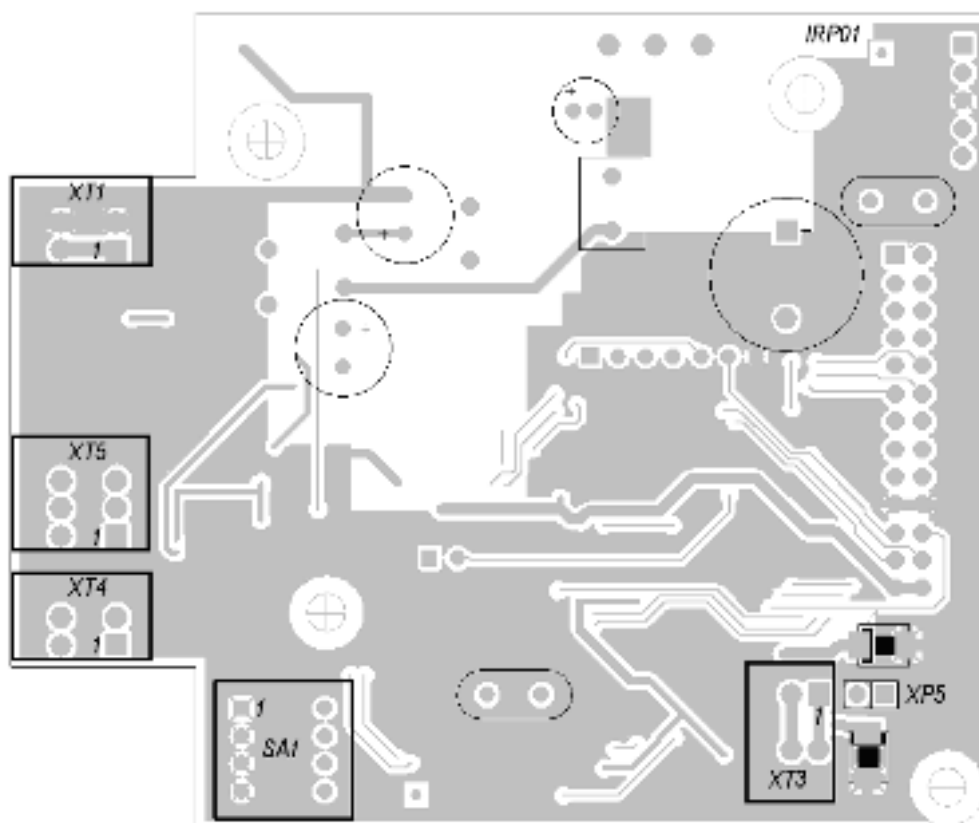
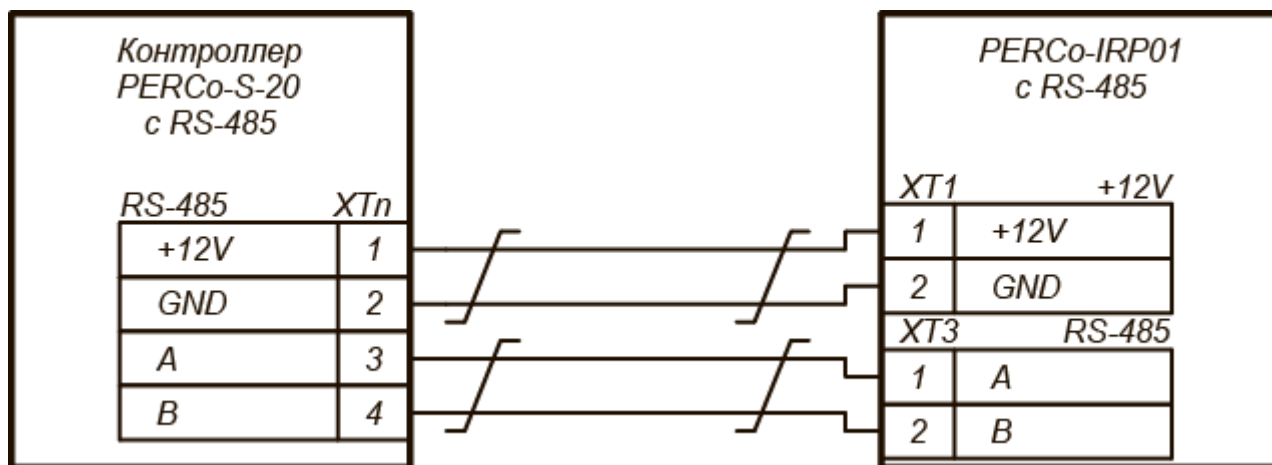
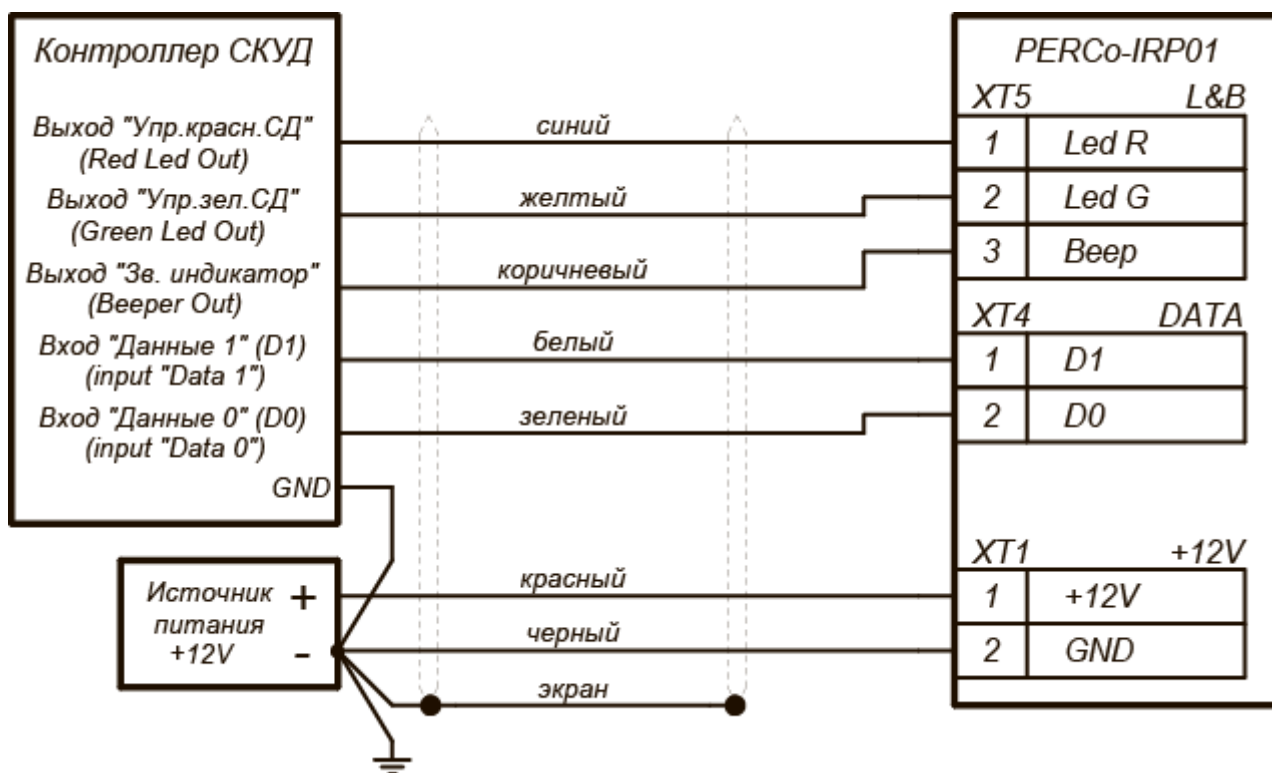

Рисунок 2 Внешний вид платы считывателя
Рисунок 6 Схема подключения считывателя к интерфейсу RS-485 контроллера PERCo-S-20
Рисунок 7 Схема подключения считывателя к интерфейсу Wiegand контроллера SKUD
Выбор интерфейса считывателя осуществляется с помощью переключателя №1 DIP-переключателя *SA1*, расположенного на плате считывателя (см. рис. 2):
Для работы считывателя в режиме *RS-485* переключателя №1 DIP-переключателя *SA1*, расположенного на плате считывателя (см. рис. 2) должен быть установлен в положение *ON*. При подключении к интерфейсу *RS-485* считыватель может использоваться как внешний считыватель для контроллеров **PERCo-S-20**.
Выбор номера считывателя осуществляется с помощью переключателя №2 DIP-переключателя *SA1*, расположенного на плате считывателя (см. рис. 2), при этом переключатель №1 должен быть установлен в положение *ON*. Номер считывателя определяется согласно таблице 1.
Для работы считывателя в режиме *Wiegand* переключатель №1 DIP-переключателя SA1, расположенного на плате считывателя (см. рис. 2), должен быть установлен в положение *OFF*. При подключении к интерфейсу *Wiegand* считыватель может использоваться, как внешний считыватель для контроллеров СКУД.
При работе с контроллерами СКУД на экране ЖКИ считывателя отображается индикация, аналогичная указанной в разделе 5.1.2. Возможны два варианта управления индикацией: «*single line*» и «*double line*». Выбор варианта индикации осуществляется с помощью переключателя №2 DIP-переключателя SA1, расположенного на плате считывателя (см. рис. 2), при этом переключатель №1 должен быть установлен в положение *OFF*. Вариант управления индикацией определяется согласно таблице 2.
Управляющие сигналы в случае работы в режиме «*single line*» передаются по линии, подключенной к контакту *Led R* (см. рис. 7) разъема XT5 на плате считывателя (см. рис. 2). В случае работы в режиме «*double line*» управляющие сигналы передаются по двум линиям, подключенным к контактам *Led R*, *Led G* разъема XT5 на плате считывателя. Для управления звуковой индикацией считывателя от контроллера СКУД необходимо соединить с минусом источника питания провод, подключенный к контакту *Beep* разъема XT5. Индикация считывателя в зависимости от подаваемых на него управляющих сигналов указана в таблице 3.
Выбор формата выходных данных *Wiegand* считывателя осуществляется с помощью переключателей №3 и №4 DIP-переключателя SA1, расположенного на плате считывателя (см. рис. 2), при этом переключатель №1 должен быть установлен в положение *OFF*. Формата выходных данных *Wiegand* считывателя определяется согласно таблице 4.
12. Проложите кабель внутри стойки-считывателя, закрепите его и подключите к плате считывателя согласно схемам подключения, изображенным на рис. 6 или рис. 7.
14. Подключите кабель к контроллеру **PERCo-S-20** или СКУД согласно схемам подключения, изображенным на рис. 6 или рис. 7.